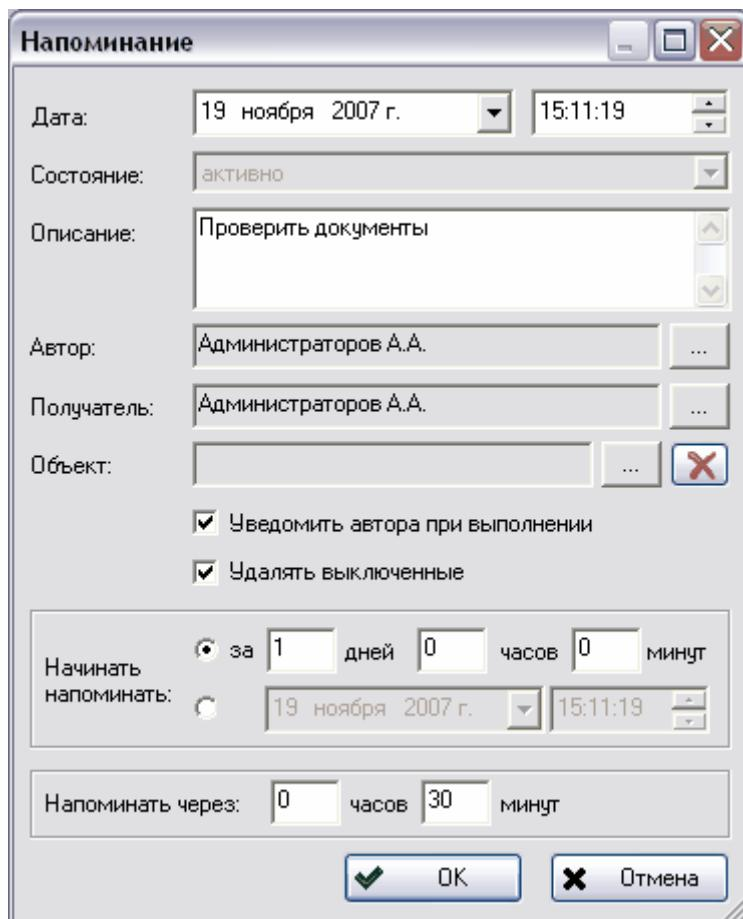

Рис. 297
2. В появившемся окне **Напоминание** введите необходимые параметры (Рис. 297):